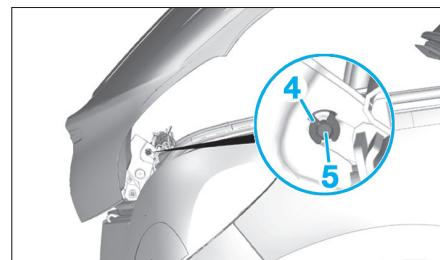
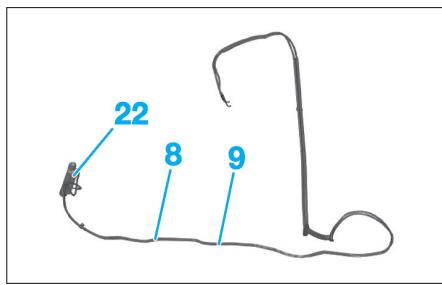

Fig. 121
Fig. 123
- la vis (15) (Fig.121),
- Déposer la vis (18) et la plaque de maintien (19).
- Désaccoupler la canalisation hydraulique (8) (N°10).
- Déposer la vis (21) et la plaque de maintien (20).
- Désaccoupler la canalisation hydraulique (9) (N°11).
- Déposer l'ensemble vérin droit (22) et canalisations hydrauliques (8) et (9) (Fig.123).